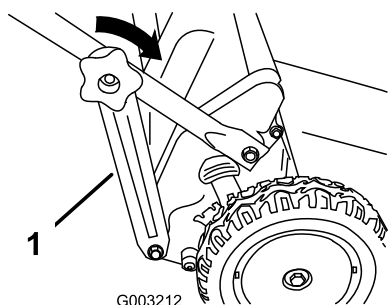

Figure 15
3. Montez les boutons de la partie inférieure du guidon et serrez-les au maximum à la main (Figure 15).